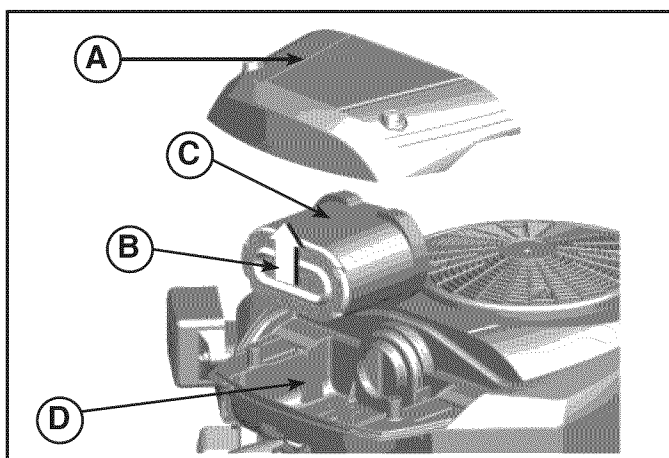

FIGURA 10
1. Retire la cubierta (A, Figura 10).
2. Remueva el filtro (C) y el pre-filtro (B).
5. Instale el pre-filtro seco y el filtro sobre la base del motor (D).